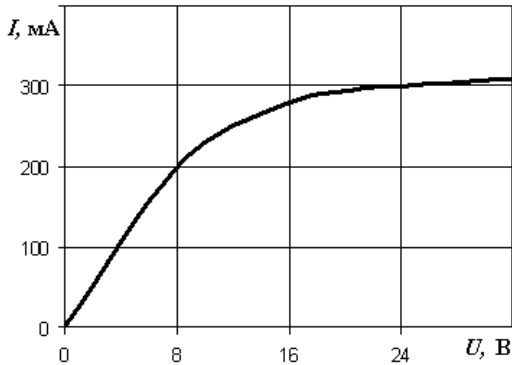

Рис. 2.63
2. Бареттер с ВАХ, показанной на рис. 2.63, и линейный резистор $R = 80 \text{ Ом}$ соединены параллельно и включены на постоянное напряжение. Значение тока на входе цепи $I = 0,4 \text{ А}$. Определить значения напряжения U на входе цепи и токов в параллельных ветвях цепи.